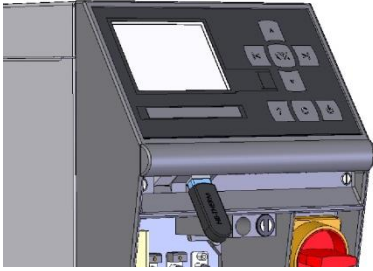

Abb. 64: USB-Datenträger anschliessen
2. USB-Datenträger anschliessen (Abb. 64).